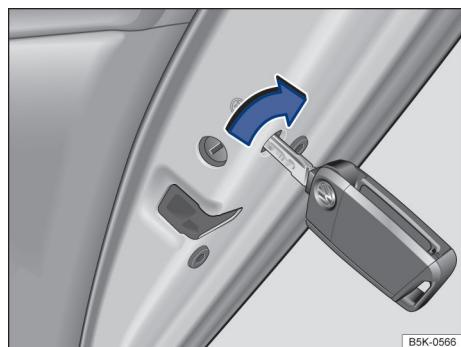

Fig. 56 Travamento de emergência do veículo com a chave do veículo.
- Inserir a haste da chave na fenda → Fig. 56 e girar.